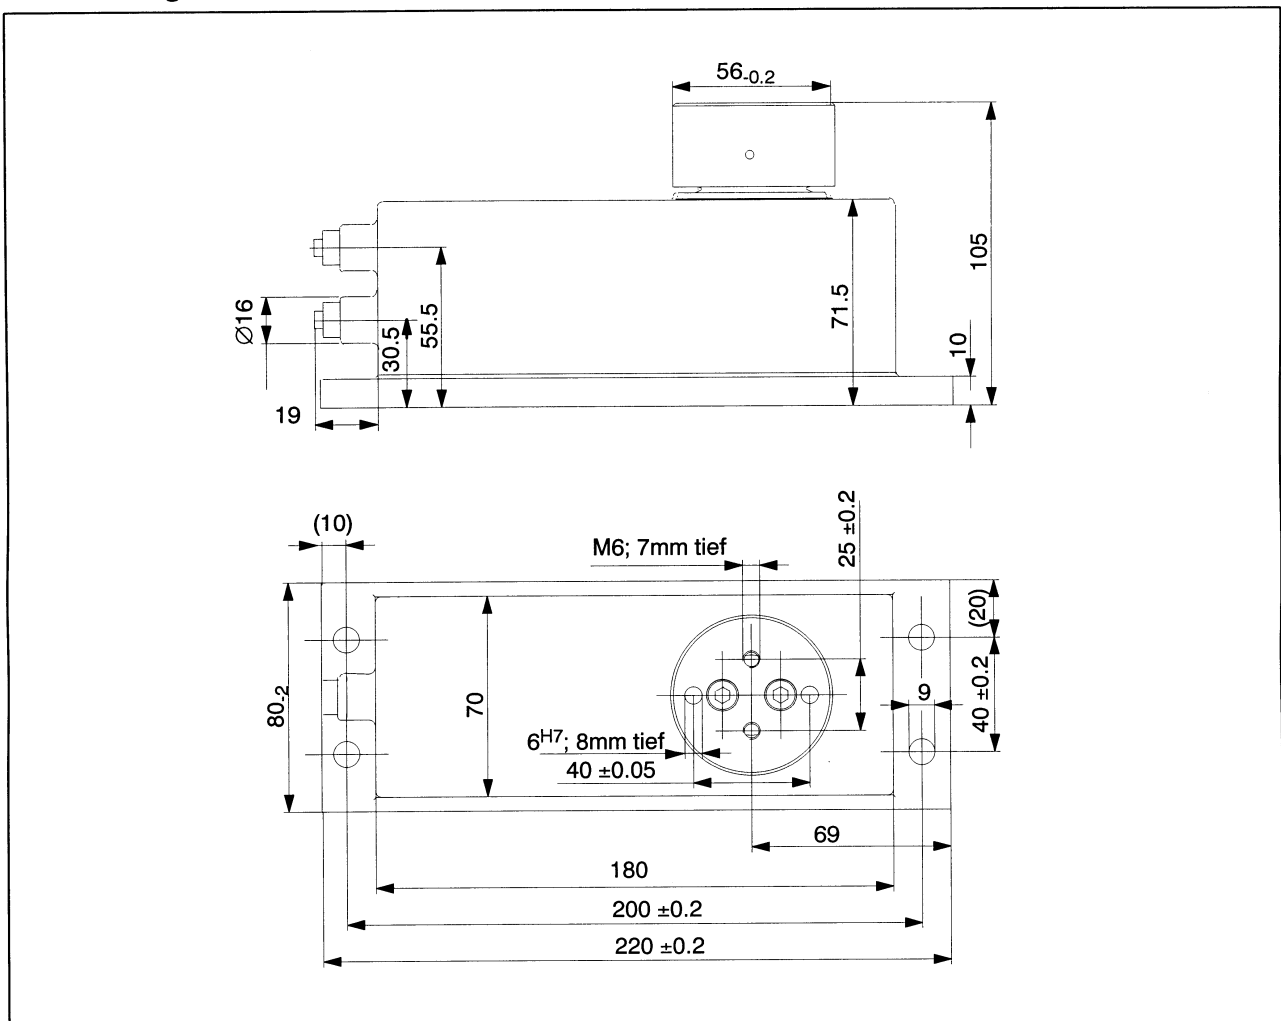

Abb. 3: Abmessungen FIT
In der Bauform FIT/H1... ist die Wägezelle durch ein laserverschweißtes Edelstahlgehäuse vollständig geschützt (Abb. 3), die Abdichtung zwischen Lasteinleitungsteil (1) und Gehäuse ist durch eine Silikonmembran sichergestellt. Der zur Funktion notwendige Druckausgleich zwischen Innenraum der Wägezelle und Umgebung erfolgt über Entlüftungskanäle unter dem Lasteinleitungsteil. Die Wägezelle ist für die Schutzart IP 66 ausgelegt.